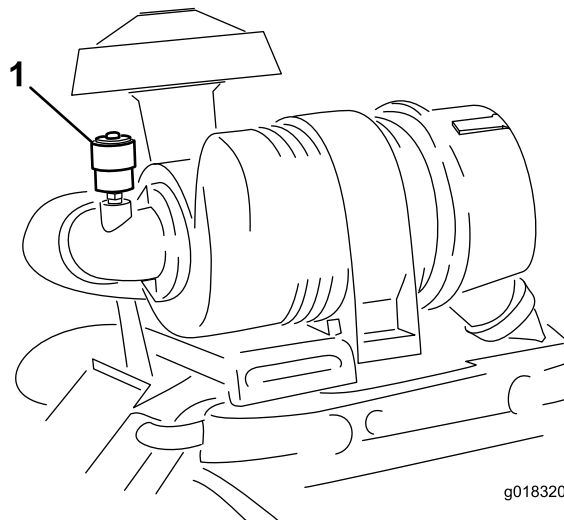

Figura 44
Effettuate la manutenzione del filtro dell'aria solo quando la spia (Figura 44) lo richiede. Sostituendo il filtro dell'aria prima del necessario si aumenta il rischio che la morchia penetri nel motore quando si toglie il filtro.
6. Se la spia (Figura 44) è rossa, resettatela.